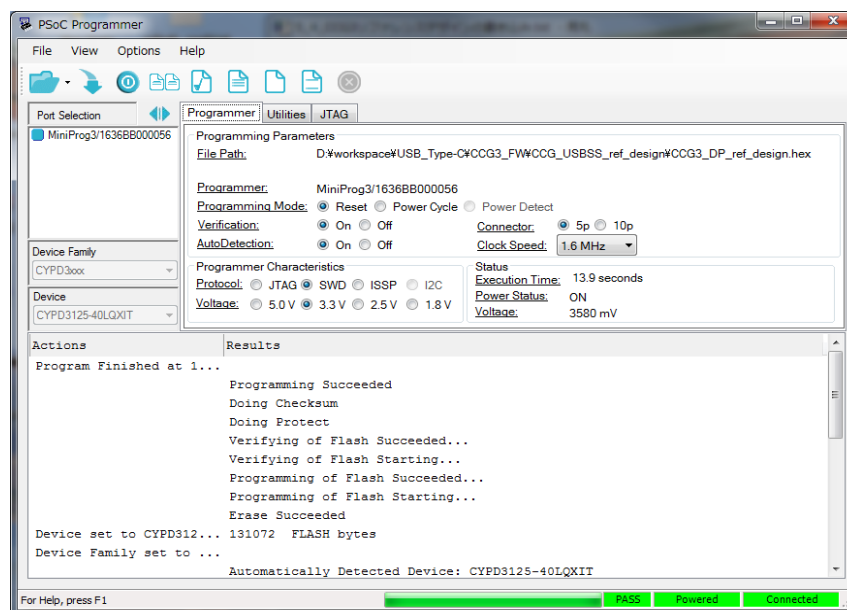

図 5-10 CCG3 デバイス FW ダウンロード完了
7) 図 5-10 のような画面が確認できれば、CCG3 デバイス FW ダウンロード完了となります。